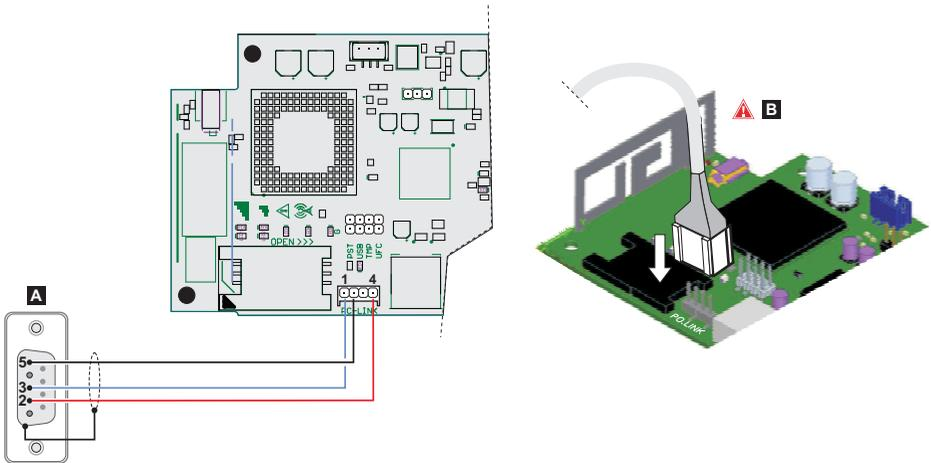

Abbildung 7 – PC-LINK-Kabelanschluss: **A)** RS-232 Buchse, Lötseite **B)** PC-Link-Kabel fest einsetzen.
1. Schließen Sie den seriellen Anschluss des Wählergerätes PC-LINK an einem freien seriellen RS232-Port am PC mit Hilfe des PC-LINK-Kabels (Zubehör) an, wie in Abbildung 7 gezeigt.